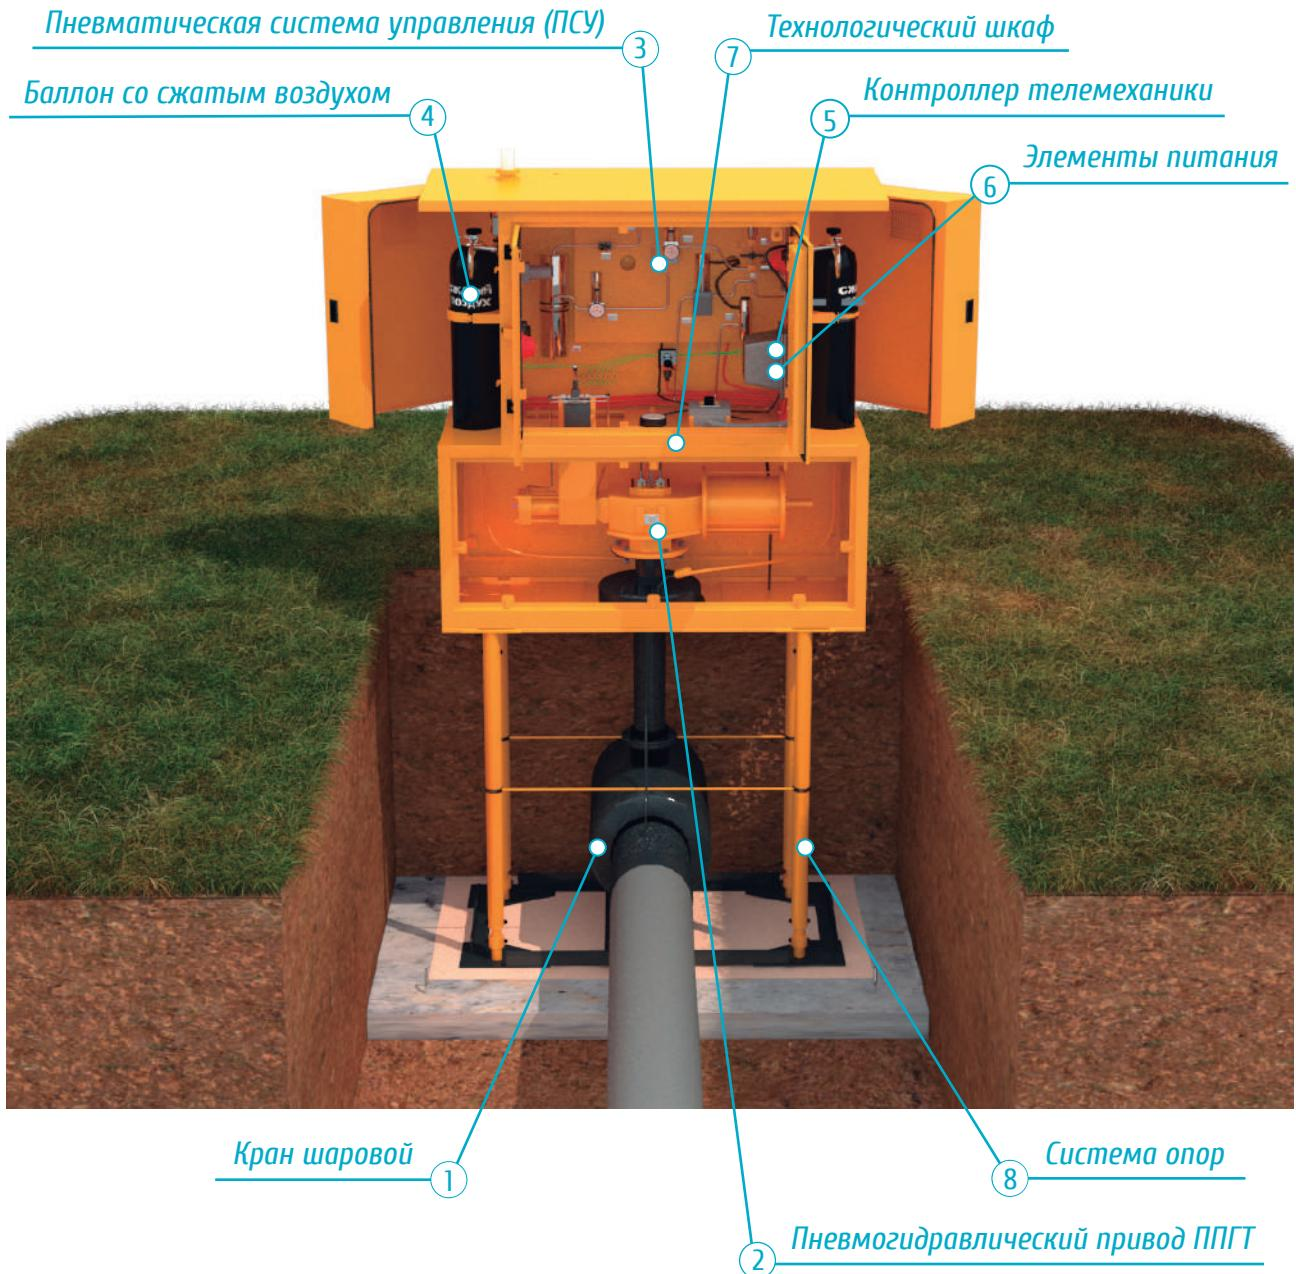

Рис. 3 - Состав ПТК MAK-AHT с пневмогидравлическим приводом
*ПТК МАК-АНТ с пневмогидравлическим приводом состоит из следующих функционально связанных компонентов (рис. 3, 3.1-3.5):*